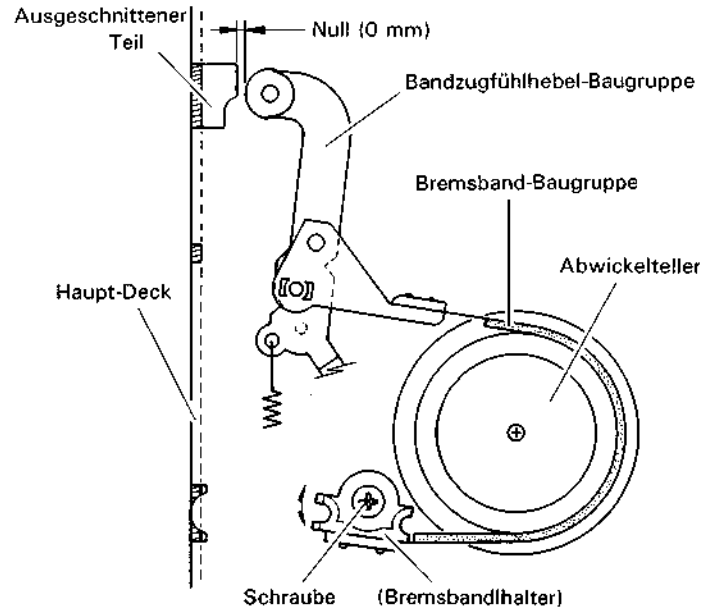

Abb. 1-4-1 Bandzugführlstiftposition
2. Die Schraube leicht lösen und dann den Bremsbandhalter so einstellen, daß der Abstand, wie in Abb. 1-4-1 gezeigt, Null wird (0 mm).